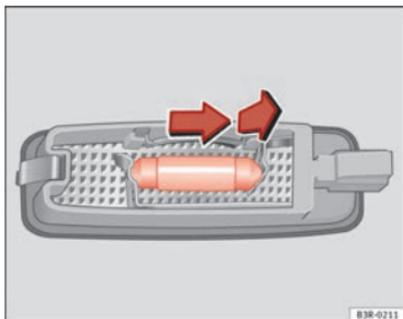

Fig. 225 Desmontagem da luz da pala de sol
- Retirar a lâmpada, movendo-a no sentido da seta e para fora ⇒ Fig. 225.